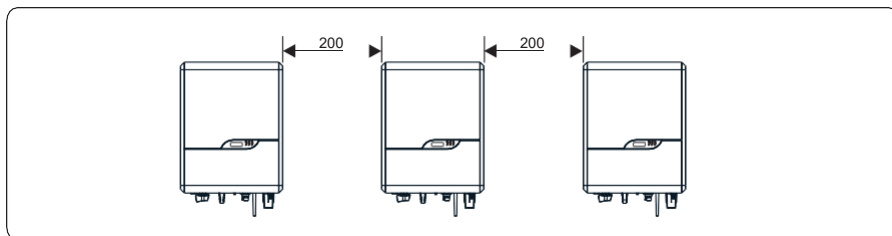
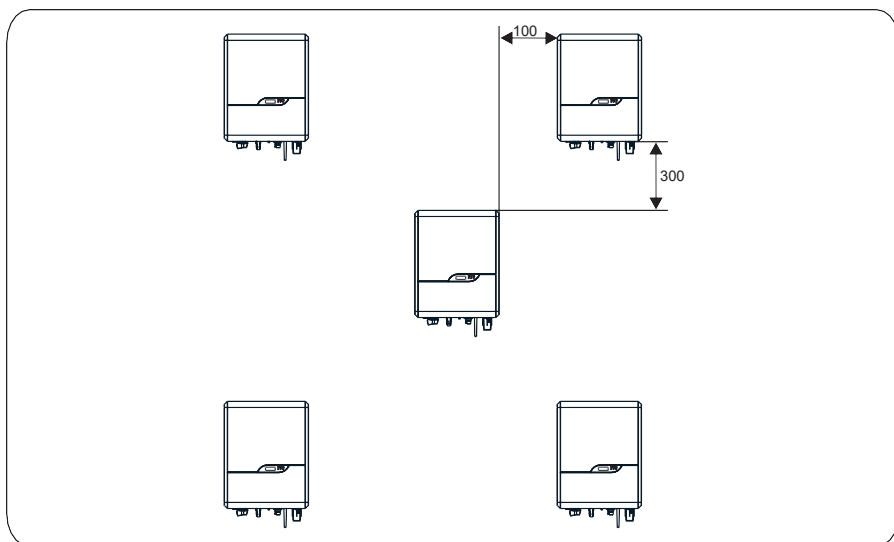
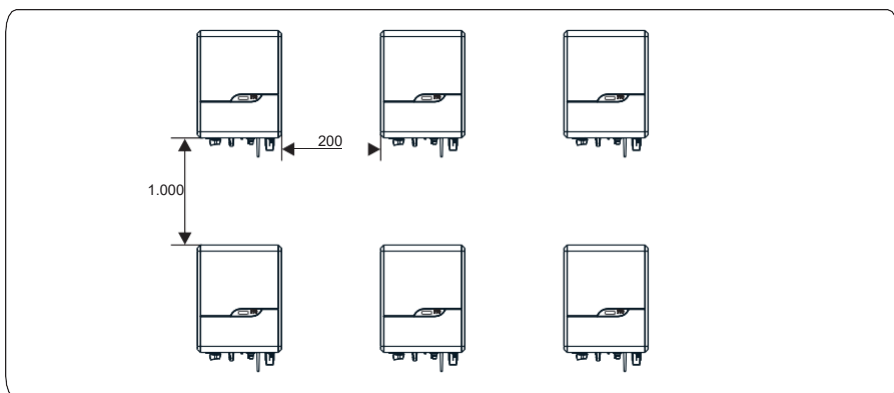

Figura 4.5 Instalación en la misma línea (unidad: mm)
Figura 4.6 Instalación en modo triangular (unidad: mm)
Figura 4.7 Instalación en modo apilado (unidad: mm)
- c. Para instalar múltiples inversores, instálelos a lo largo de la misma línea (como se muestra en la figura 4.5) si hay suficiente espacio disponible o formando un triángulo (véase la figura 4.6) o apilados (véase la figura 4.7) si no hay suficiente espacio disponible. Estos modos de instalación garantizan que haya espacio suficiente para la instalación y la disipación del calor.